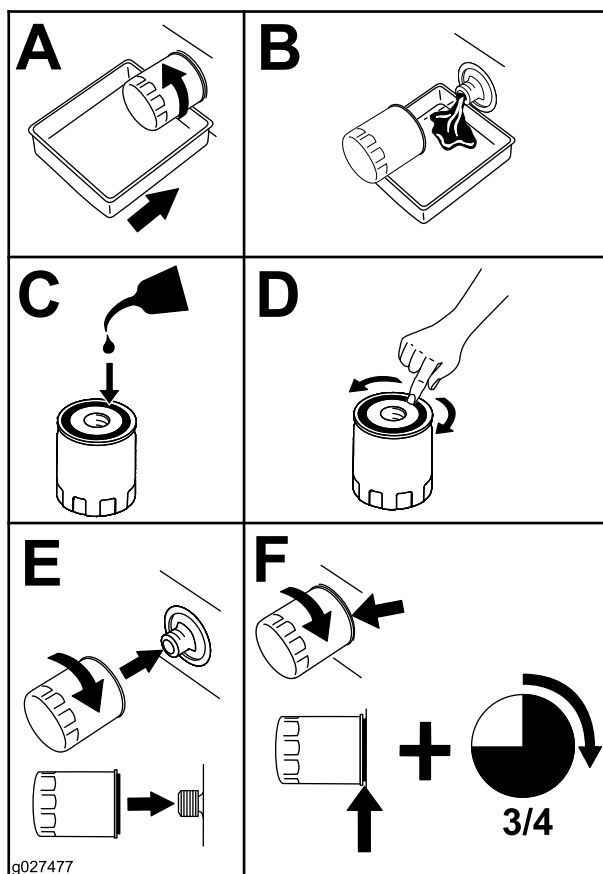

Figura 35
5. Sustituya el filtro de aceite del motor (Figura 35).